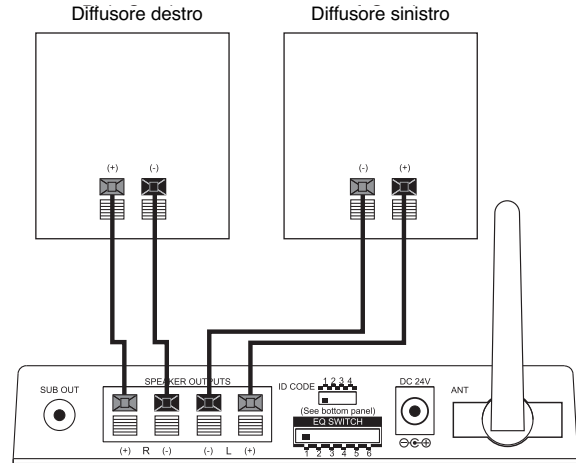

Figura 2.
Collegare il cavo del diffusore (non incluso) ai terminali del modulo ricevitore ① ed ai connettori dei diffusori, come mostrato nella Figura 2. Notare che il cavo del diffusore dispone di un indicatore della polarità per aiutare a distinguere i suoi due conduttori. Usare tale indicatore per collegare in modo corretto i terminali, il terminale positivo (+) di un diffusore al terminale positivo (+) dell'altro, ed il terminale negativo (-) al negativo (-).